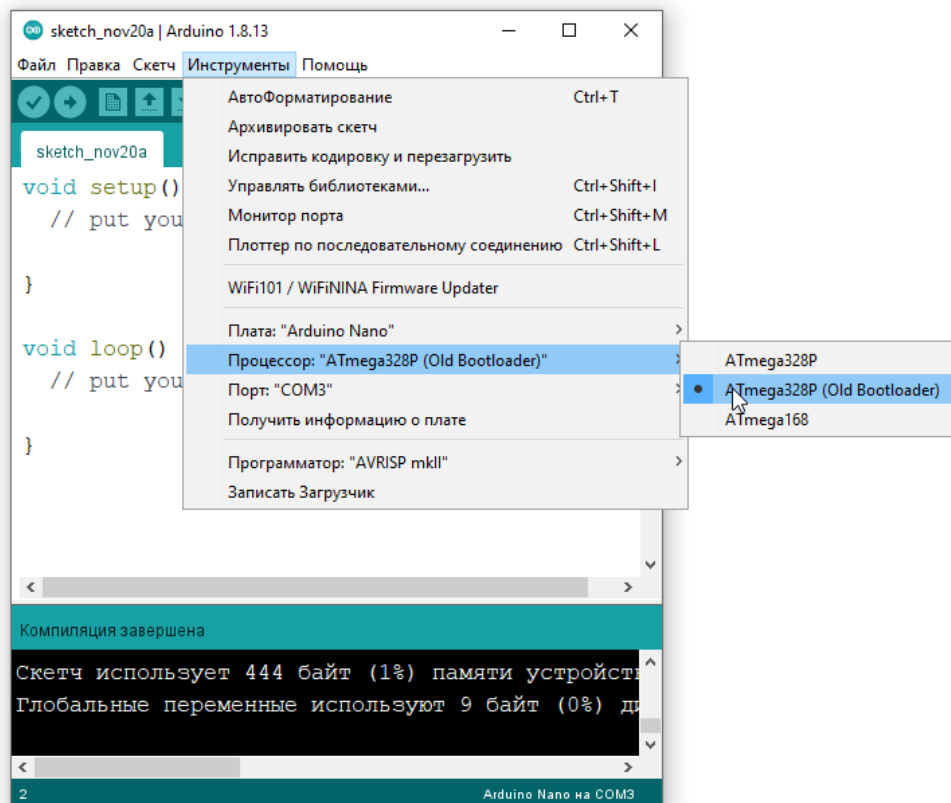

Рисунок 10 – Выбор процессора и загрузчика
• В микроконтроллер китайских плат зашит “старый” загрузчик, поэтому выбираем *Инструменты\Процессор\ATmega328p (Old Bootloader)*, рисунок 10. Если вам по какой-то причине пришлют платы с новым загрузчиком – прошивка не загрузится (будет минутная загрузка и ошибка), можно попробовать сменить пункт *Процессор* на *ATmega328p*